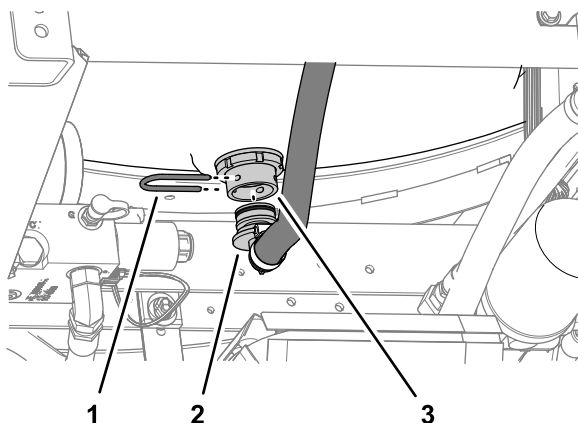

Figura 3
3. În partea de jos a rezervorului de clătire, îndepărtați furca de fixare care fixează fittingul de 90° al furtunului de alimentare la fittingul plăcii despărtoare (Figura 3).
4. Scoateți fittingul de 90° din fittingul plăcii despărtoare (Figura 3).